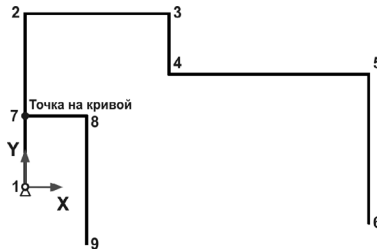

Рис. 66.4.
11.1. Нажмите кнопку **Непрерывный ввод объектов**. Укажите начальную точку 7 на вертикальном отрезке 1–2 (рис. 66.4). Используйте привязку **Точка на кривой**. Это необходимо для автоматического формирования связи *точка на кривой* между отрезками 1–2 и 7–8.